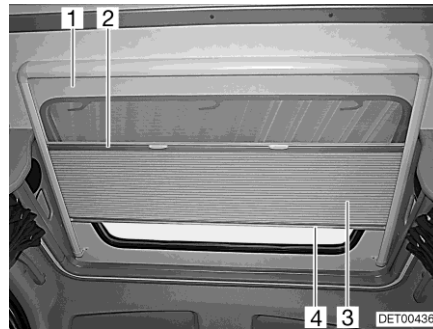

Fig. 59 Lucernario
La tendina oscurante pieghevole (Fig. 59,3) è fissata alla protezione contro gli insetti (Fig. 59,1).
- Afferrare la tendina oscurante pieghevole al centro dell'asta di chiusura (Fig. 59,4) e tirare delicatamente verso il basso.
- Ricondurre lentamente la tendina oscurante pieghevole sull'asta di chiusura (Fig. 59,4).
- Afferrare la protezione contro gli insetti al centro dell'asta di chiusura (Fig. 59,2) e tirarla delicatamente verso il basso.
- Ricondurre lentamente la protezione contro gli insetti sull'asta di chiusura della tendina oscurante pieghevole (Fig. 59,4).